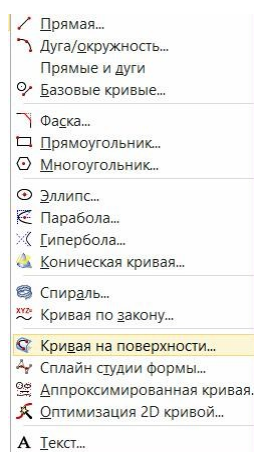

Рис.72
- Эту команду можно найти в падающем меню «**Вставить \ Кривая \ Кривая на поверхности**» (рис.72).